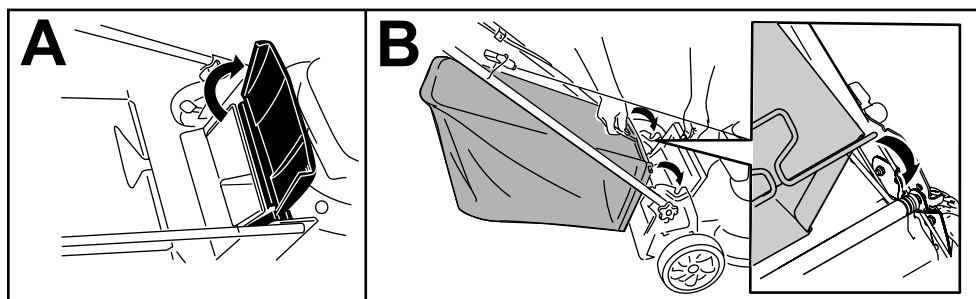

Figura 17
1. Levante y sujete el deflector trasero (Figura 17, A).
2. Instale el recogedor, asegurándose de que los pasadores de la bolsa descansan en las muescas del manillar (Figura 17, B).